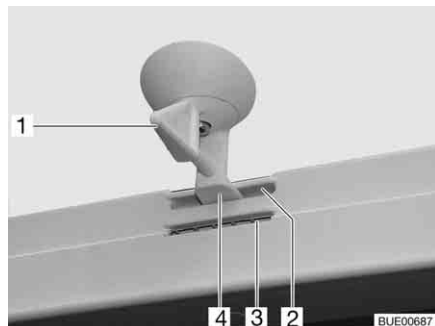
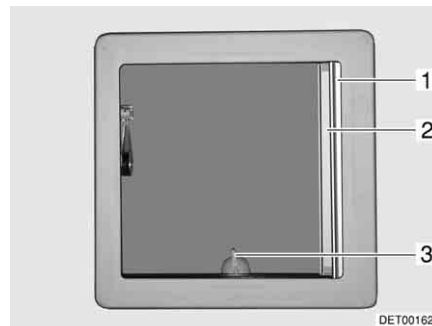

Fig. 28 Oblò inclinabile, bloccaggio
Fig. 29 Oblò inclinabile
- Ruotare la leva (Fig. 28,1 o Fig. 29,3) di un quarto di giro.
- Girare la leva di un quarto di giro. Il bloccaggio (Fig. 28,4) deve entrare nella feritoia inferiore (Fig. 28,3).
- Girare la leva di un quarto di giro. Il bloccaggio (Fig. 28,4) deve entrare nella feritoia superiore (Fig. 28,2).
- Tirare la tendina oscurante pieghevole (Fig. 29,1) fino alla posizione desiderata e rilasciare. La tendina oscurante pieghevole rimane in questa posizione.
- Estrarre la zanzariera a rullo (Fig. 29,2) fino a quando non scatta il bloccaggio dalla parte opposta.